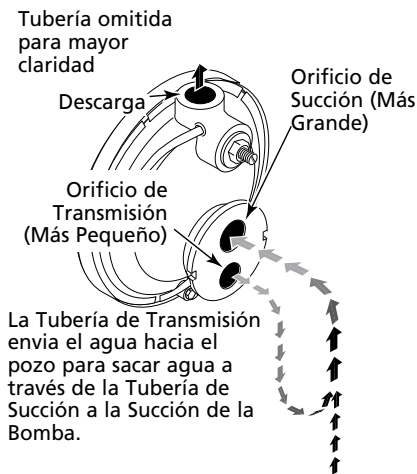
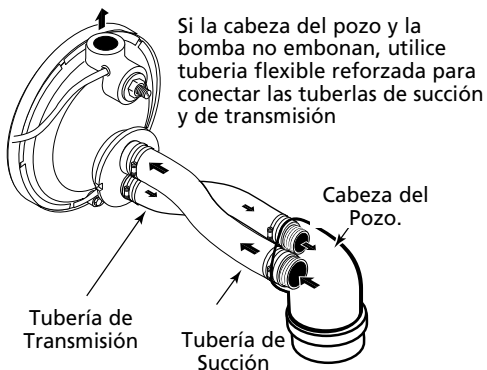

Figura 1 – Funciones de Succión y Transmisión
Figura 2 – Conexiones Invertidas hacia el Pozo
2. Si su bomba vieja tiene la tubería de succión (el orificio más grande - vea la Figura 1) debajo del orificio de transmisión, será necesario que instale tubo flexible entre la cabeza del pozo y la bomba para que la conexión sea correcta. (Vea la Figura 2).